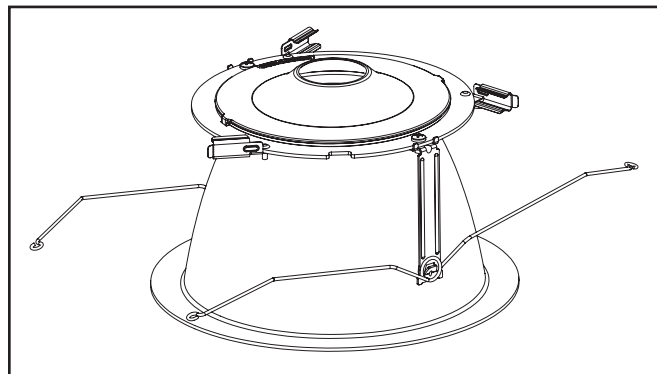

Figure 5.
- Retirez l'emballage de protection de la garniture inférieure. Tournez les pinces latérales (3) vers l'extérieur (Figure 5). Retirez l'emballage de protection du moteur lumineux à DEL.